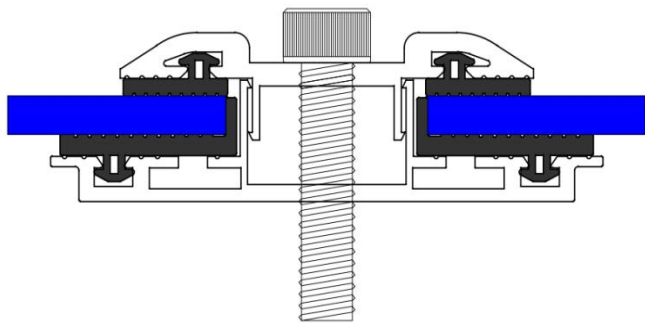

图3压块安装剖面图
B. 任何情况下，夹具都不能使组件发生形变，铝合金夹具需搭配内嵌式橡胶垫片使用，起到缓冲作用，避免组件与铝合金夹具接触位置破损。夹具与组件接触面必须平整光滑，否则会导致组件破损。务必避免夹具形成阴影遮挡效应，建议选用图3所示螺栓，避免螺栓超出压块过高形成阴影遮挡。